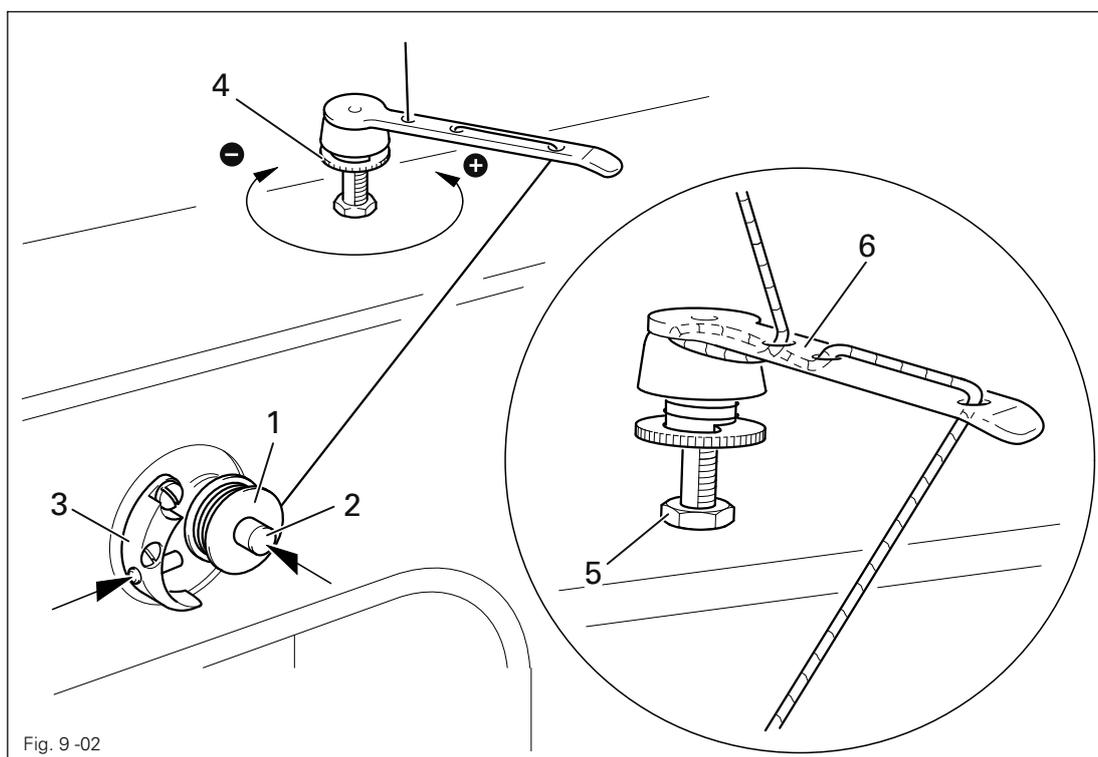

Fig. 9-02
- Enfiler le fil en se référant à la fig. 9-02, puis l'enrouler de quelques tours sur la bobine 1, dans le sens des aiguilles d'une montre.